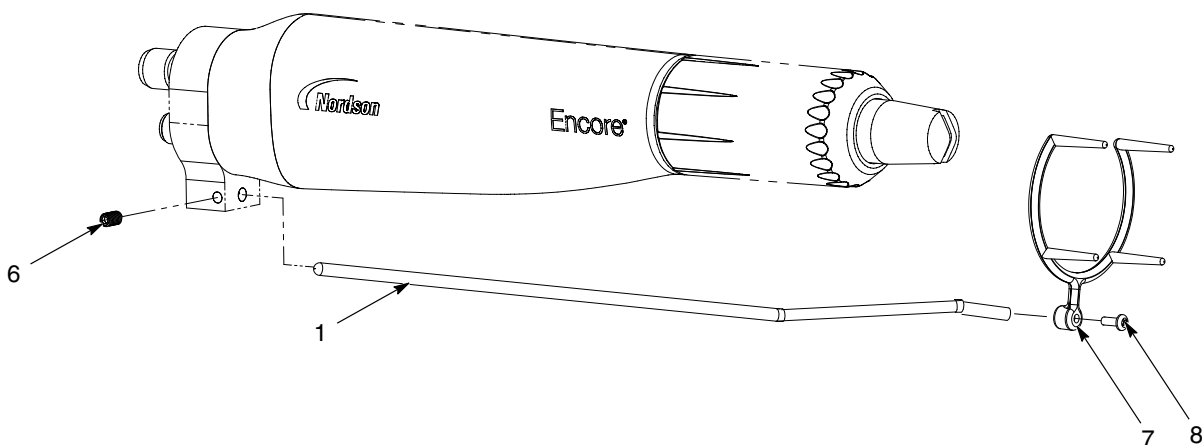

Figura 6 Instalarea colectoare de ioni - Pistol montat pe bară
1. Vezi Figura 6. Introduceți tija colectoare (1) în placa de împământare și asigurați-o cu șurubul de reglare M5 x 8 (6) inclus în setul colector de ioni.
2. Fixați vârful multipunct (7) la tija colectoare cu ajutorul șurubului M3 x 8 (8).